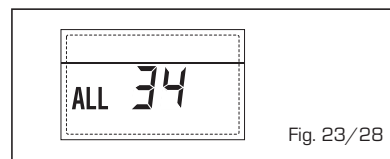

Fig. 23/28
- **ANOMALIA COMUNICAÇÃO PLAQUETA RS-485 E PLAQUETA RS-485 "ALL 35"** (fig. 23/29)